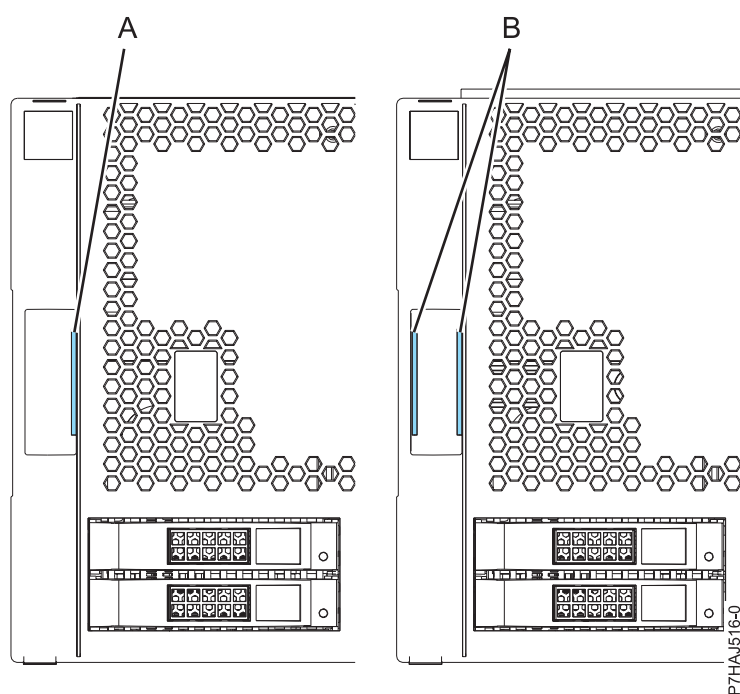

Figura 15. Identificación de las cubiertas antiguas y nuevas
Nota: Las cubiertas antiguas que se distribuyeron antes del 1 de marzo de 2011 se pueden identificar por una única banda azul (A) en los pestillos de las cubiertas. Las nuevas cubiertas distribuidas después del 1 de marzo de 2011 tienen dos rayas azules (B) en los pestillos de las cubiertas. Consulte Figura 15 en la página 45.